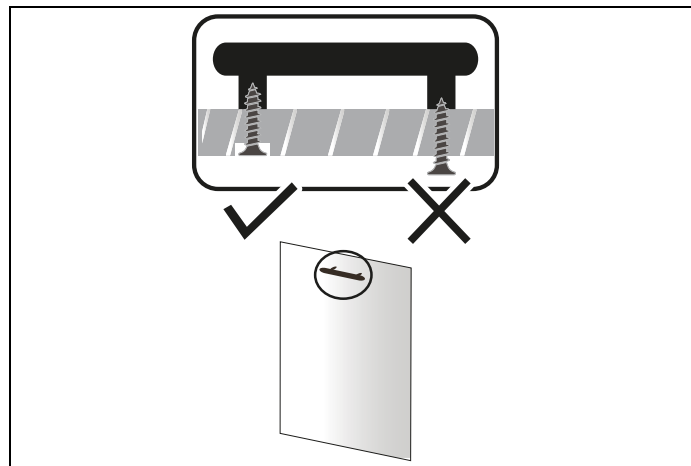

Fig. 28
- 5) Antes de montar la puerta de madera en el lavavajillas, monte el tirador en la puerta de madera como en Fig. 28